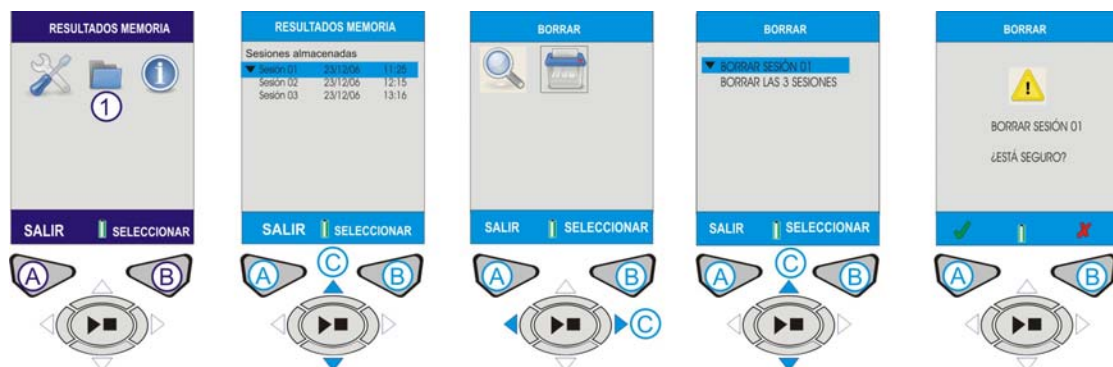

Figura 11 Borrar Resultado Memoria
H. BORRAR RESULTADOS MEMORIA (Consultar la Figura 11)